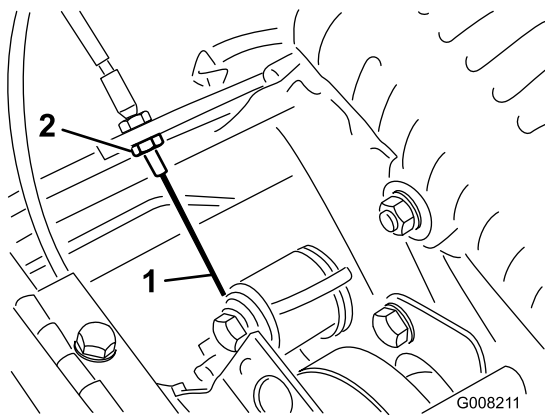

Bild 42
3. Wenn Sie die Zugspannung erhöhen möchten, lösen Sie die Klemmmutter des vorderen Zugs und ziehen Sie die Klemmmutter des hinteren Zugs an (Bild 42), bis eine Kraft von 3-4 kg benötigt wird, um den Fahrtrieb zu aktivieren.